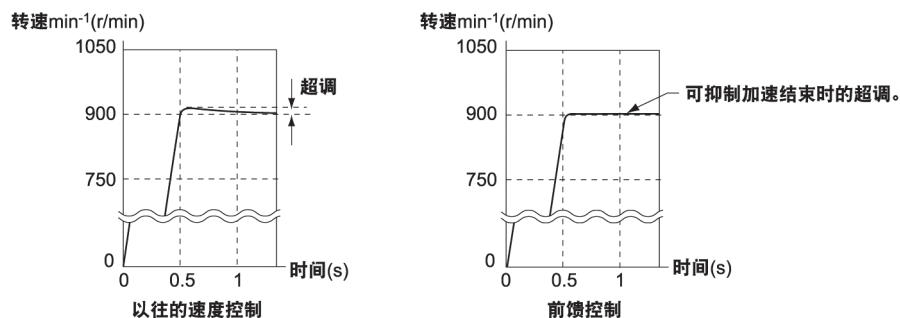
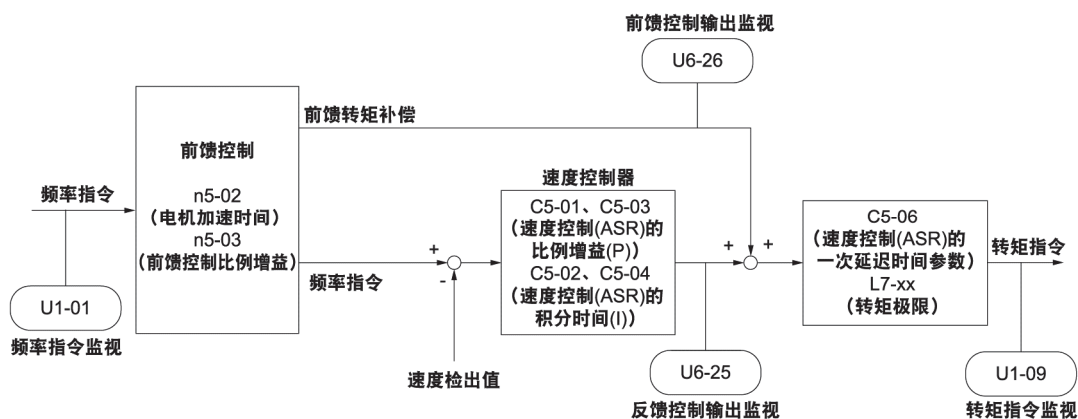

图 1.144 抑制前馈控制引起的超调
图 1.145 前馈控制的构成
适用于调高C5-01、03 [ASR增益] 的设定值会发生失调及振动的低刚性机械和大惯性机械。此外，在带PG矢量控制下使用该功能时，不易发生超调。请参照图 1.144。关于前馈控制的相关参数，请参照图 1.145。
- 无法执行惯性自学习时，参照图 1.145单独设定前馈控制相关的参数。